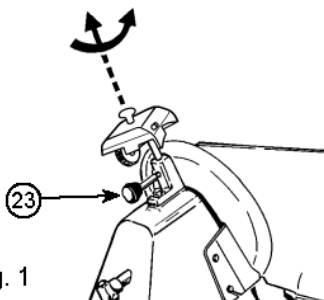
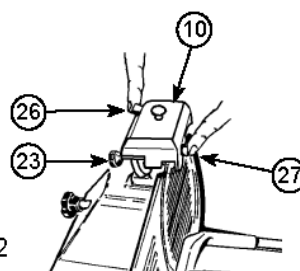
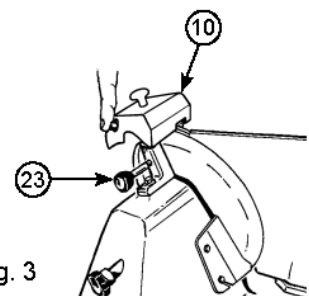

Fig. 1
Fig. 2
Fig. 3
Ziehen Sie den Stecker. - Überprüfen Sie, dass die bewegbare Trennwand geschlossen ist. (der Drehknopf (6) in der "0" Position.) - Reinigen Sie vorsichtig die zu schleifenden Teile der Klinge. - Setzen Sie den Stecker wieder ein. - Lockern Sie den Verriegelungsknopf (23) der Schärfer- Gruppe (10) auf. - Heben Sie die Schärfer-Gruppe (10), drehen Sie diese um 180 °, so dass beide Räder in der Arbeitsposition sind. Siehe Abbildung 1. - Senken Sie die Schärfer-Gruppe (10), bis sie eingerastet ist. Sichern Sie die Gruppe, indem Sie den Verriegelungsknopf (23)drehen. Siehe Abbildung 2. - Schalten Sie das Gerät an. - Drücken Sie auf den Knopf (26), und lassen Sie die Klinge 1 Minute lang drehen. Wenn die Klinge still steht, überprüfen Sie, ob sich ein Grat am Rand geformt hat. - Nachdem sich die Präsenz des Grats bestätigt hat, machen Sie den Schalter (5) an und drücken Sie sanft auf die Taste (27) für ungefähr 3 Sekunden, um den während des Schleifenvorgangs entstandenen Grat zu entfernen. Drehen Sie den Drehknopf (6) zurück in die "0" Position.- Nach dem Schleifen, ziehen Sie die Schärfer-Gruppe (10) zurück in die Ausgangsposition, siehe Abbildung 3. und reinigen Sie den Rand der Klinge und die Räder mit Alkohol. - Nach mehreren Schleif-Operationen, entfernen Sie jede Rückstände von der Schleifscheibe mit Alkohol und einer Bürste.